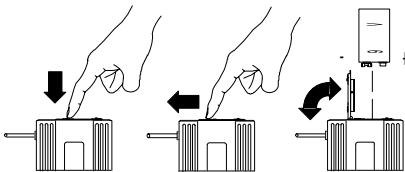

FIGURA 4. INSTALLAZIONE DELLA PILA
2. **T1, T1G, T11:** premete sul lato OPEN del coperchio del vano per la pila, fatelo scorrere verso il retro e apritelo, come illustrato nella figura 4.